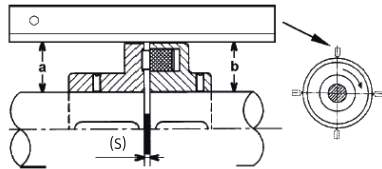
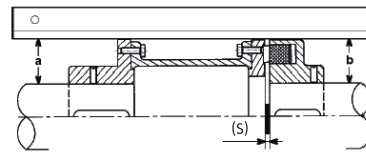

图 5
图 6
- 如果在联轴节端面间放入一个标尺，使轴间具有同样的间距，由此必须确保测量点可以手动转动。另外，两个联轴节间必须具有相等的距离（制造商规定的最小间隙=3-5mm），这可以用量具或量规检查。（图5，图6）